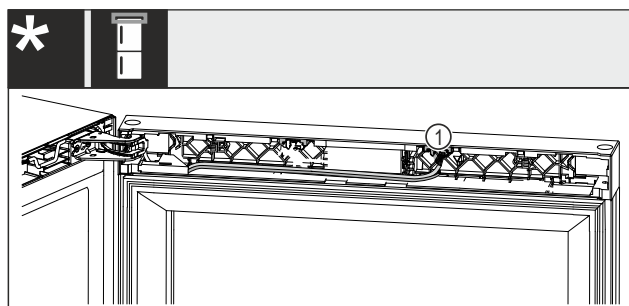

Fig. 22 Vin-fryse-kombinationer*
- Træk stikket Fig. 22 (1) ud af lommen.*